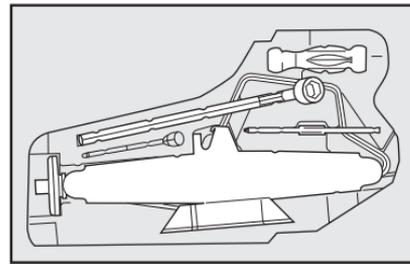

fig. 18
**14)** Colocar o macaco no suporte das ferramentas **fig. 18**, encaixando de modo a evitar vibrações, ou que se solte durante a marcha;